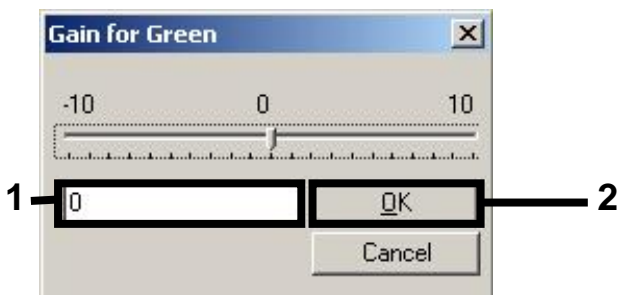

Abbildung 6. Manuelle Eingabe der niedrigsten Verstärkungswerte.
7. Wählen Sie den in Schritt 4 notierten niedrigsten Verstärkungswert für Cycling Green und tippen Sie diesen Wert in das Fenster **Gain for Green** (Verstärkung für Grün) ein (siehe Abb. 6). Wählen Sie den in Schritt 4 notierten niedrigsten Verstärkungswert für Cycling Yellow und tippen Sie diesen Wert in das Fenster **Gain for Yellow** (Verstärkung für Gelb) ein (siehe Abb. 6).